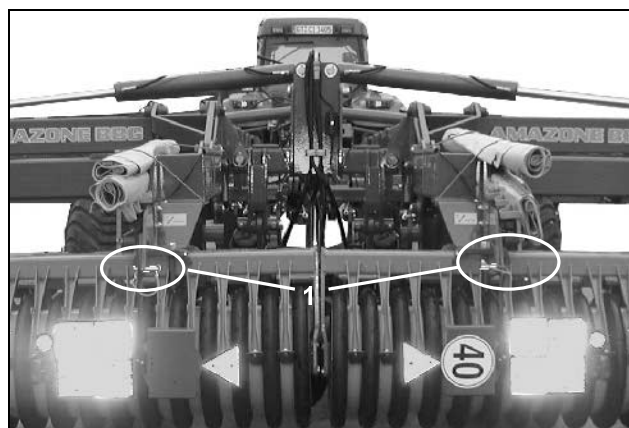

Fig. 38
- Sänk ned belysningsanordningen (Fig. 38) i transportläge, fixera med sprint (Fig. 38/1).